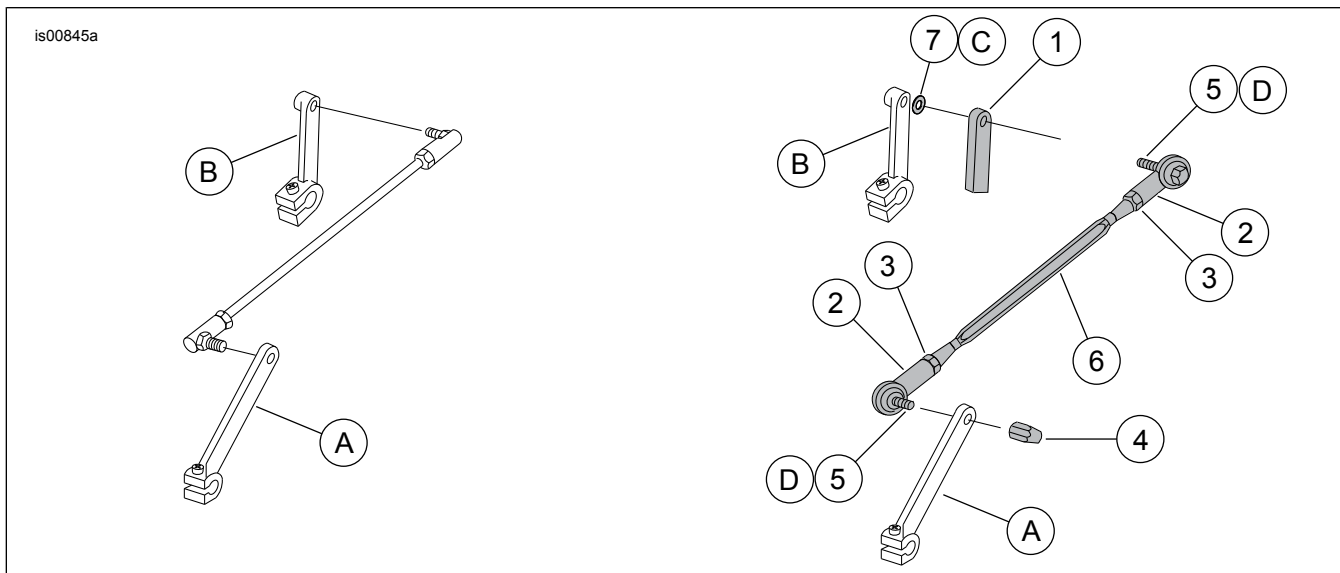

Figura 1. Parti di ricambio: Leveraggio del selettore delle marce
Vedere Figura 1 per un elenco di quanto contenuto nel kit.
Tutti i numeri citati nei punti successivi fanno riferimento a Figura 1 e Tabella 4.
5. **Sui modelli FLHT, FLHR e FXDWG a partire dal 1999,** collocare l'estremità dell'asta all'esterno della leva del selettore delle marce, quindi applicare il frenafili alle filettature dell'altra vite (5) e fissare la parte anteriore dell'asta del selettore delle marce (6) alla leva del selettore delle marce con la vite (5) e il dado cieco (4) nell'ordine mostrato in Figura 1 (con il dado cieco rivolto verso l'esterno). Fissare il dado cieco (4). Serrare.
Nota	In Figura 1 gli elementi contenuti nei kit sono ombreggiati.